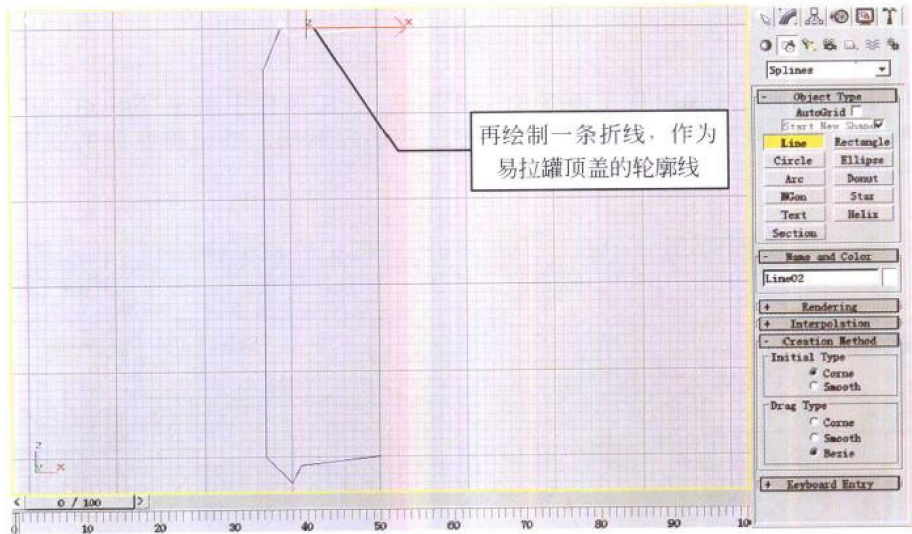

图 1-1-4
(4) 重复步骤（3）的操作，再绘制一条折线，作为易拉罐顶盖的轮廓线，如图 1-1-4 所示。